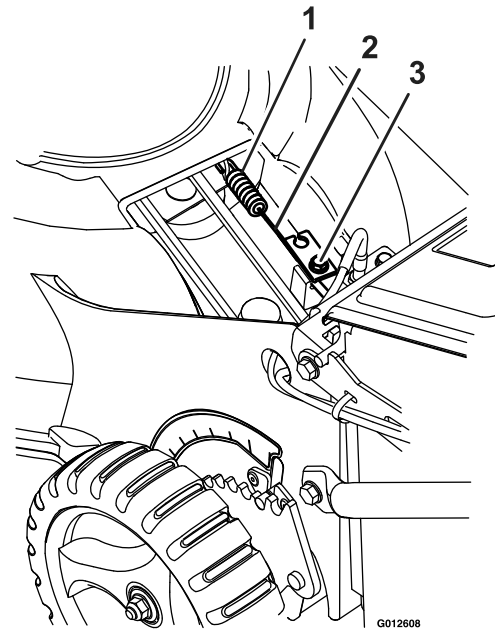

Figure 30
4. Desserrez la vis du serre-câble jusqu'à ce que la gaine du câble puisse coulisser (voir Figure 30).